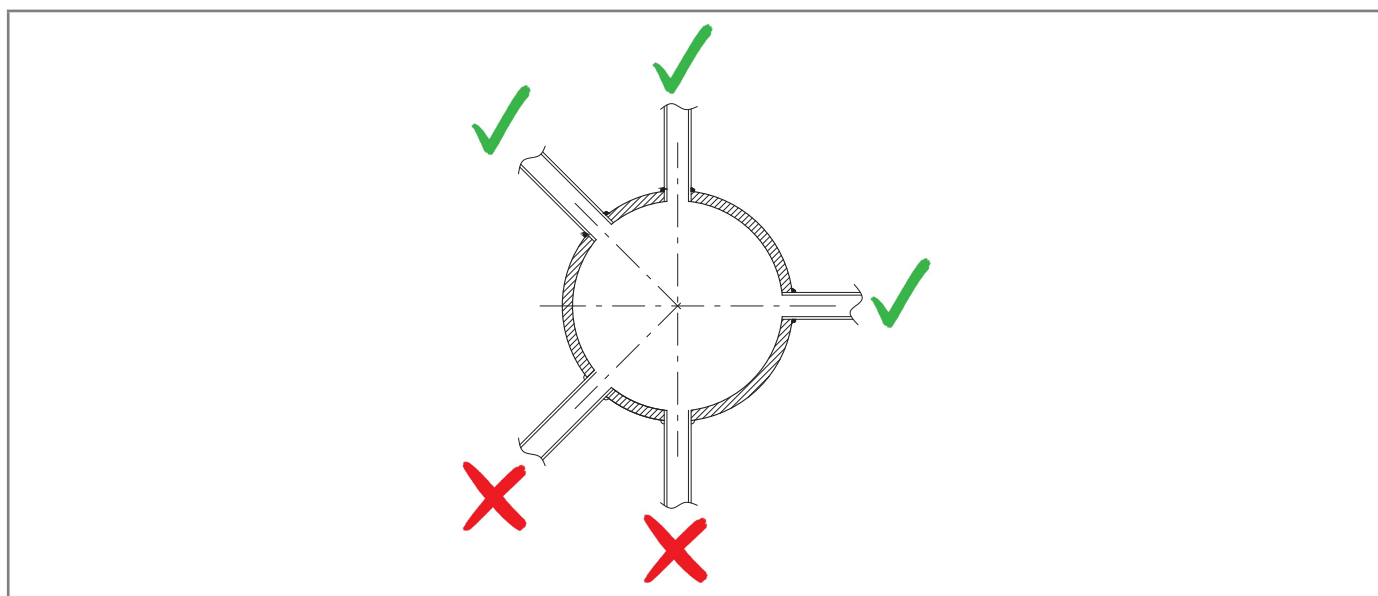

Fig. 6.14. Attacchi saldati della tubazione
- gli attacchi della connessione pneumatica siano sempre saldati sulla parte superiore o sull'asse orizzontale della tubazione stessa (fare riferimento alla fig. 6.14);